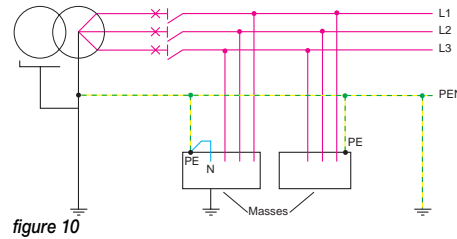

figure 10
- TN-C** dans lequel les fonctions de neutre et de protection sont combinées en un seul conducteur, appelé PEN (figure 10),